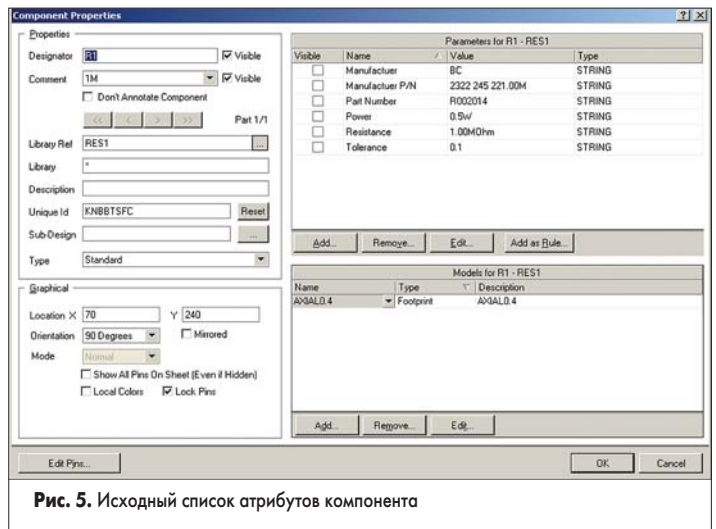

Рис. 5. Исходный список атрибутов компонента
11. Выполним двойной щелчок на резисторе R1, после чего откроется окно Component Properties (рис. 5).